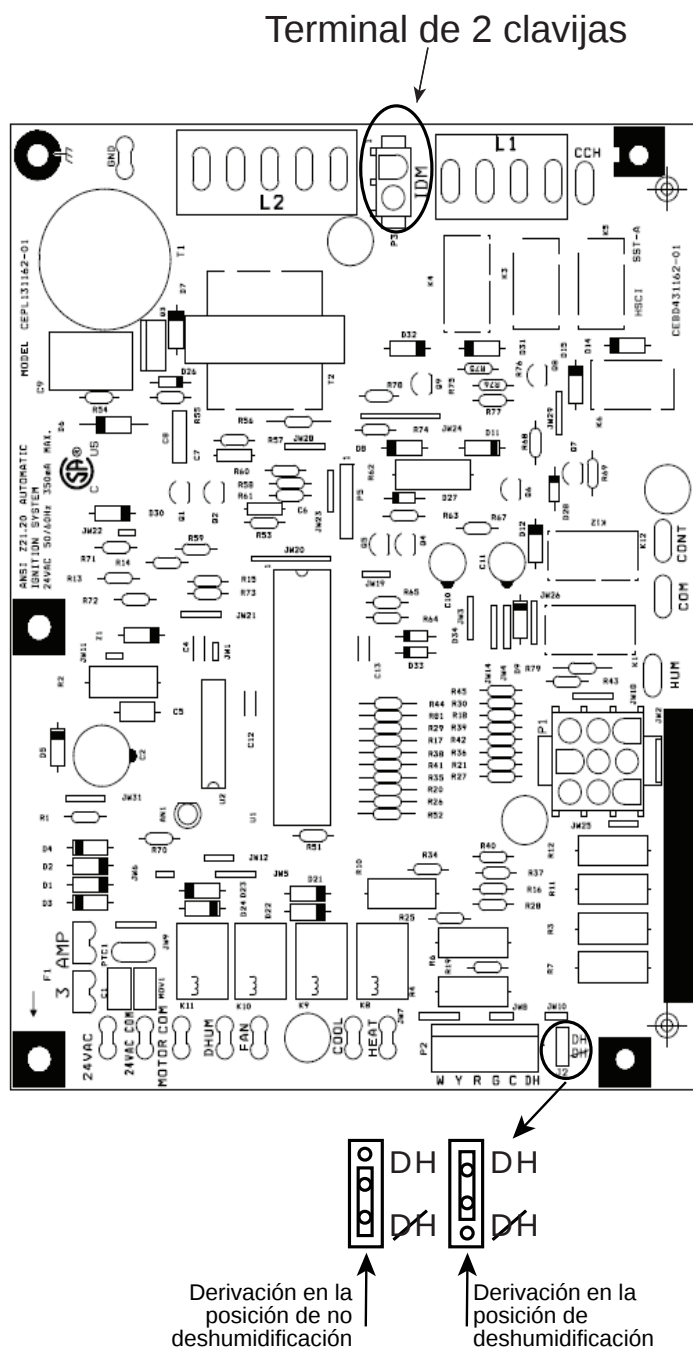

Fig. 19 – Placa IGC monofásica con NOx ultrabajo
Esta unidad viene configurada de fábrica para su uso con una sola velocidad del ventilador de enfriamiento. En el caso de los modelos monofásicos, la velocidad de enfriamiento tiene la marca "COOL" (Enfriamiento) en el IGC (consulte la Fig. 19). La configuración de fábrica se indica en la Tabla 9. Hay disponible hasta 3 cables adicionales de la toma de velocidad para su uso en el modo de calefacción a gas, el modo de enfriamiento o el modo de ventilador continuo (para ver la codificación por colores de los cables del motor del ventilador interior,
consulte la Tabla 7). Para los modelos monofásicos, uno de los cables adicionales de la toma de velocidad está conectado al ventilador continuo y los otros 2 cables se envían sueltos en la caja de control cerca del IGC. En los modelos trifásicos, los 3 cables adicionales para la toma de velocidad se suministran sueltos con tapas de vinilo y se encuentran en la caja de control, cerca de la placa de la interfaz del ventilador (IFB) (consulte la Fig. 19).
1. Mueva el puente de la derivación de la placa del IGC a "DH" (consulte la Fig. 19).